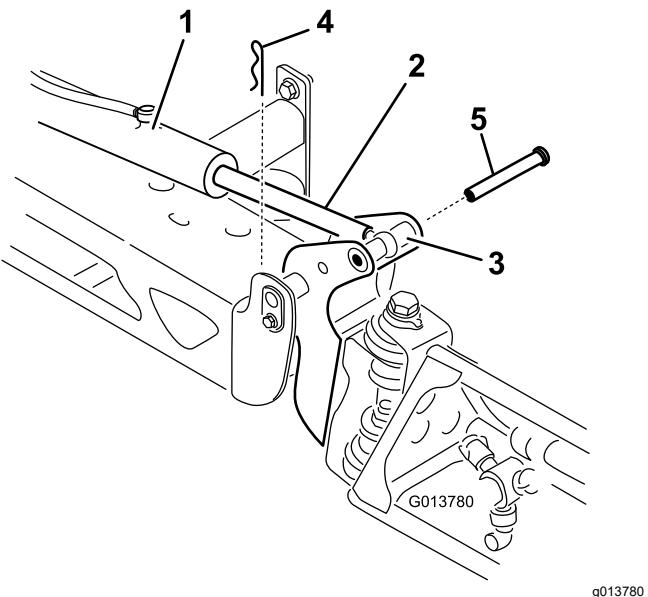

Figure 74
2. Retirez la goupille fendue de l'axe de chape (Figure 74).
3. Tirez la section vers le haut et retirez l'axe de chape, puis abaissez lentement la section au sol (Figure 74).
7. Tout en soutenant la section de pulvérisation, insérez l'axe de chape dans le pivot de rampe et la tige de vérin (Figure 74).